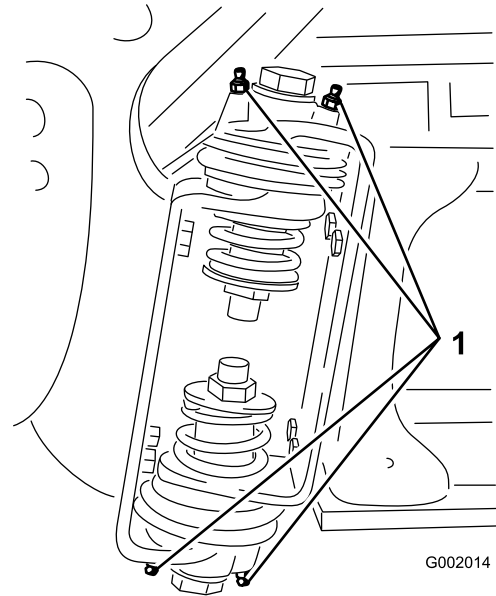

Figura 39
2. Bombeie graxa no rolamento ou bucha em cada graxeira (Figura 39).